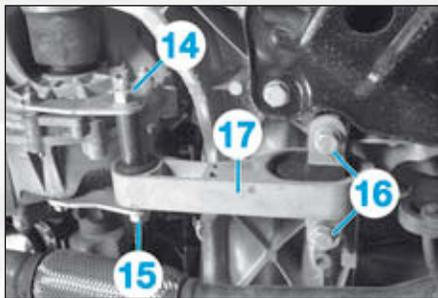

FIG.9
- l'écrou (14) (Fig.9),
- la vis (15),
- les vis (16),
- la biellette anticouple (17),